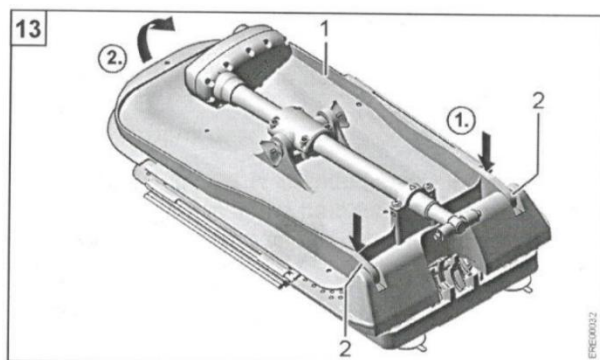

Рис. 9
2. Аккуратно натисніть на фіксуючі крючки (див. Рис. 9; 2). Вони повинні вийти в пази.
3. Візьміться за верхню частину спинки (див. Рис. 9; 1) і розпряміть її до кінцевого положення.